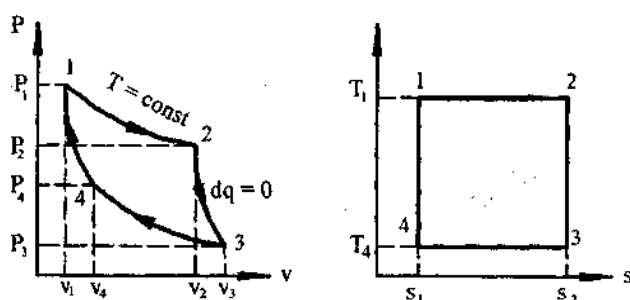

Рисунок 4.1 - Диаграммы цикла Карно в  $v$ - $P$ - и  $s$ - $T$ - координатах
**Решение.** Цикл Карно состоит из двух изотермических (1-2 и 3-4) и двух адиабатных (2-3 и 4-1) процессов (рисунок 4.1).